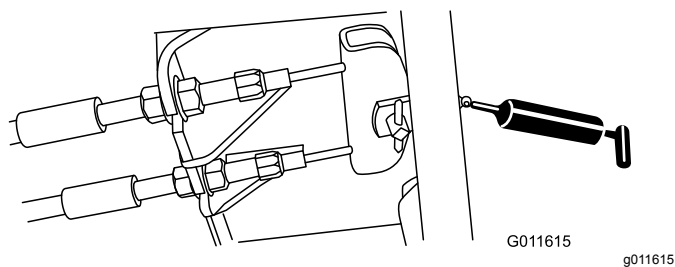

Figure 67
- Pédale de frein (1)—Figure 67